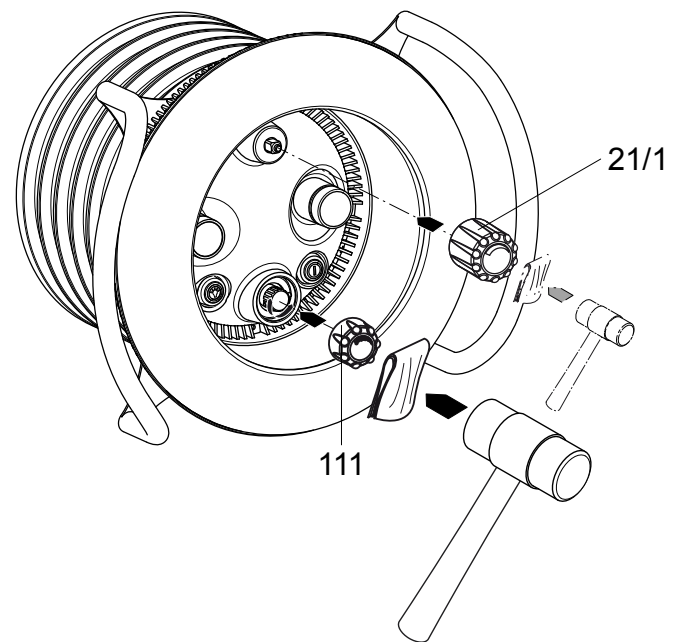

Figura 23
10. Deslice una (1) junta tórica sobre cada botón de aire. Fije cada lengüeta del tubo de aire a los botones correspondientes usando las abrazaderas de la manguera (parte #48). Inserte los dos (2) botones de aire mediante la cubierta de luz y en la carcasa de la boquilla. Luego ciérrelas al girarlas en sentido horario hasta que se coloquen en su lugar.
11. Monte la perilla del control de volumen (parte #21.1) y la perilla del regulador de aire (parte #111) mediante un mazo de goma y un paño de protección. (Ver Figura 23)